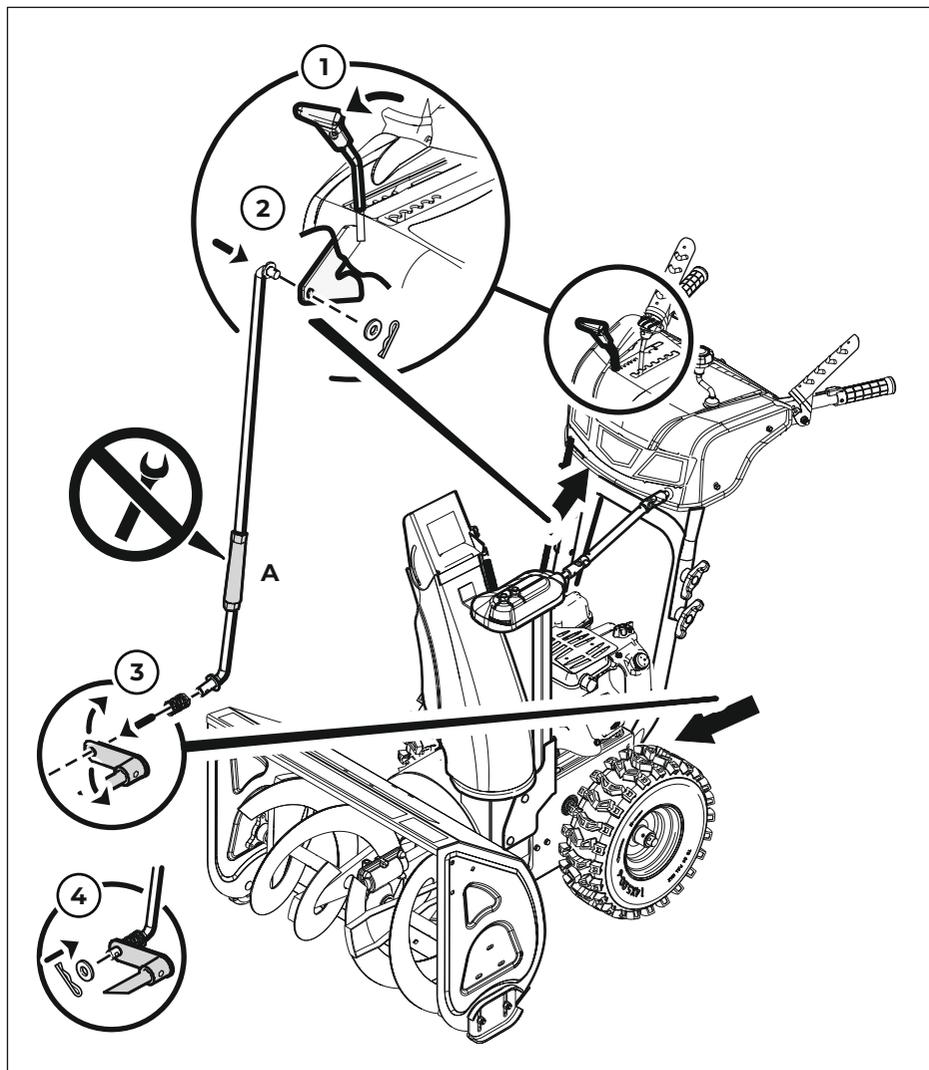

Рис. 12
## 2.6 Регулировка скорости (рис. 12)
**ПРИМЕЧАНИЕ:** Регулятор натяжения тяги рис. 12 поз. А установлен на заводе. Регулировка не требуется.